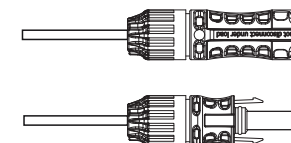

图3.16 拧紧带帽螺母的连接器
4. 将金属连接器插入连接器顶部，并以3-4 Nm的扭矩拧紧螺母（参见图3.16）。